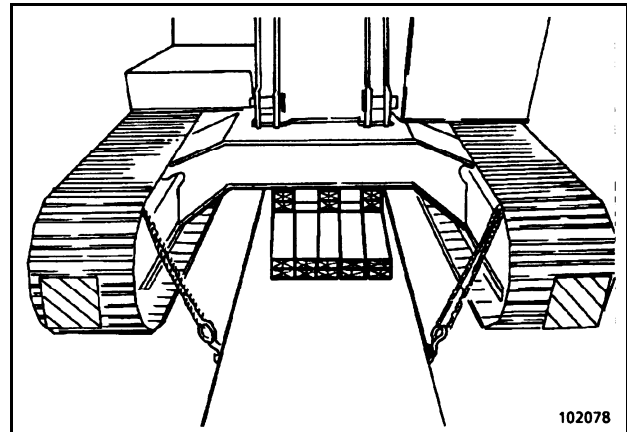

Fig. 2-64:
- Apoyar la excavadora poniendo vigas cuadradas en el espacio que queda entre la parte central del chasis inferior de la excavadora y la plataforma del semirremolque (Fig. 2-64:).
La excavadora también se elevará por el apoyo de vigas cuadradas. Las cadenas de oruga ya no estarán en contacto con el suelo (Fig. 2-64:).
- Asegurar la excavadora (o los componentes desmontados) por medios adecuados (cables metálicos, cadenas, tensores, etc.) (Fig. 2-64:).